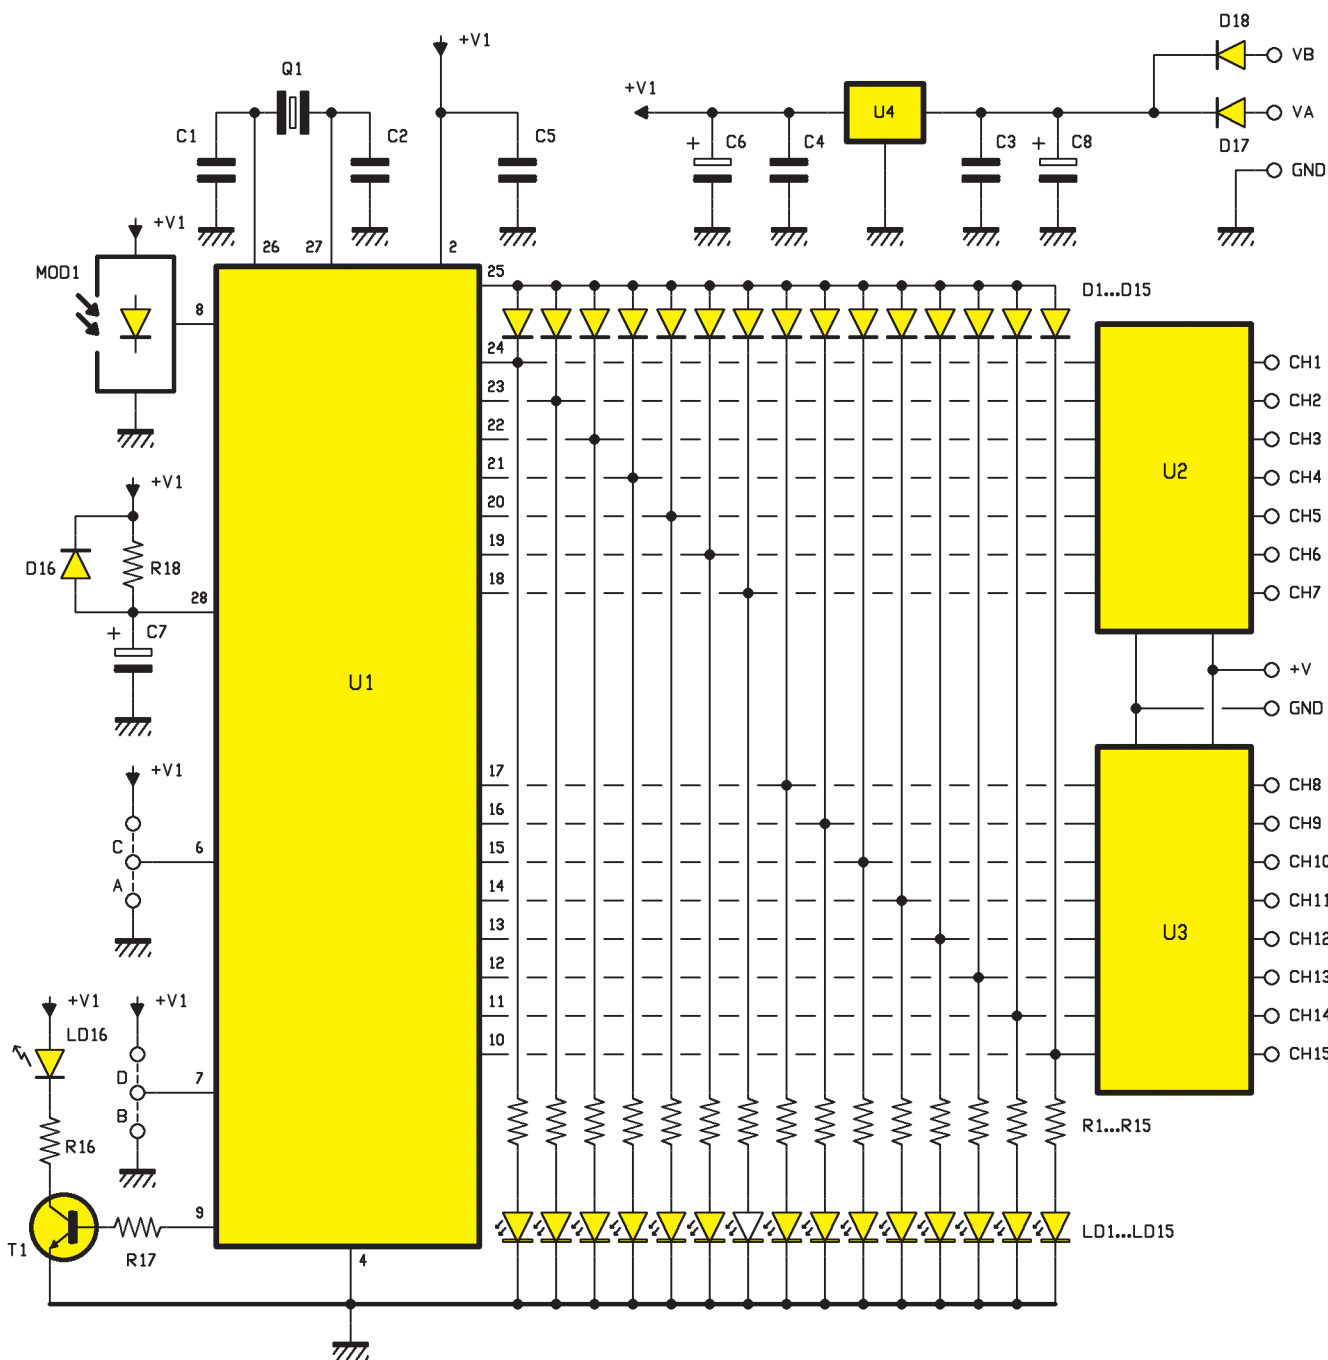

Figure 1 : Schéma électrique du récepteur de télécommande infrarouge.
**N**ous allons analyser le schéma électrique de la figure 1 puis passer à la construction du récepteur de télécommande infrarouge à quinze canaux.